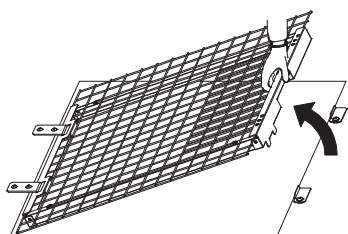

Рисунок 5
- (2) Медленно поднимите защитную сетку, разворачивая ее вокруг фиксирующих защелок. (См. **рисунок 5**.)